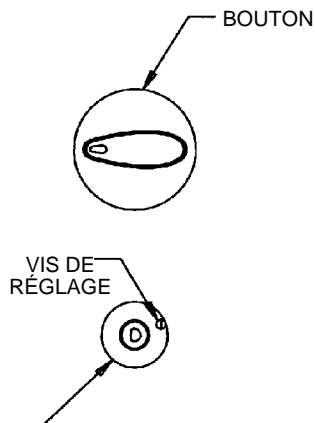

FIGURE 12
C. RÉGLAGE DE LA FLAMME À FEU DOUX (Voir figure 12)
3. Repérer la vis de réglage du bouton de commande. Voir la figure 12.
4. Repérer la vis de réglage du bouton de commande. Voir la figure 12.